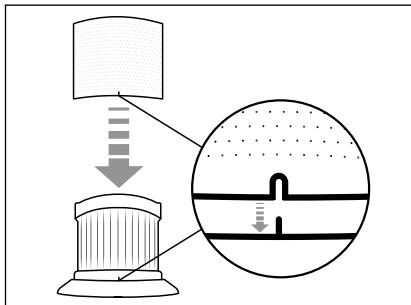

Abb. 14
- 5) Setzen Sie den EdelstahlfILTER **6** auf den EPA-Filter **5** und schieben Sie ihn dann komplett auf den EPA-Filter **5**. Achten Sie dabei darauf, dass die Arretierung am EPA-Filter **5** in die Aussparung am EdelstahlfILTER **6** greift (siehe Abb. 14).